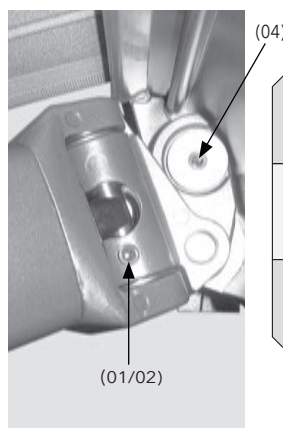

Fig. 13: Supporto dei bracci estensibili - posizione perni a brugola
Far avanzare la tenda da sole per circa i 2/3 della sporgenza. Con la chiave a brugola SW 4 rimuovere il perno a brugola (01) del dispositivo di regolazione dell'angolo di pendenza. Attraverso questo foro filettato stringere o allentare il secondo perno a brugola (02) che si trova nel perno articolato posteriore con la chiave a brugola SW 3 fino a quando i bracci non sono in posizione orizzontale (vedi Fig. 13, 14).
Bloccaggio della regolazione dell'inclinazione stringendo a fondo il perno a brugola (04) con la chiave a brugola SW 3 (vedi Fig. 13).